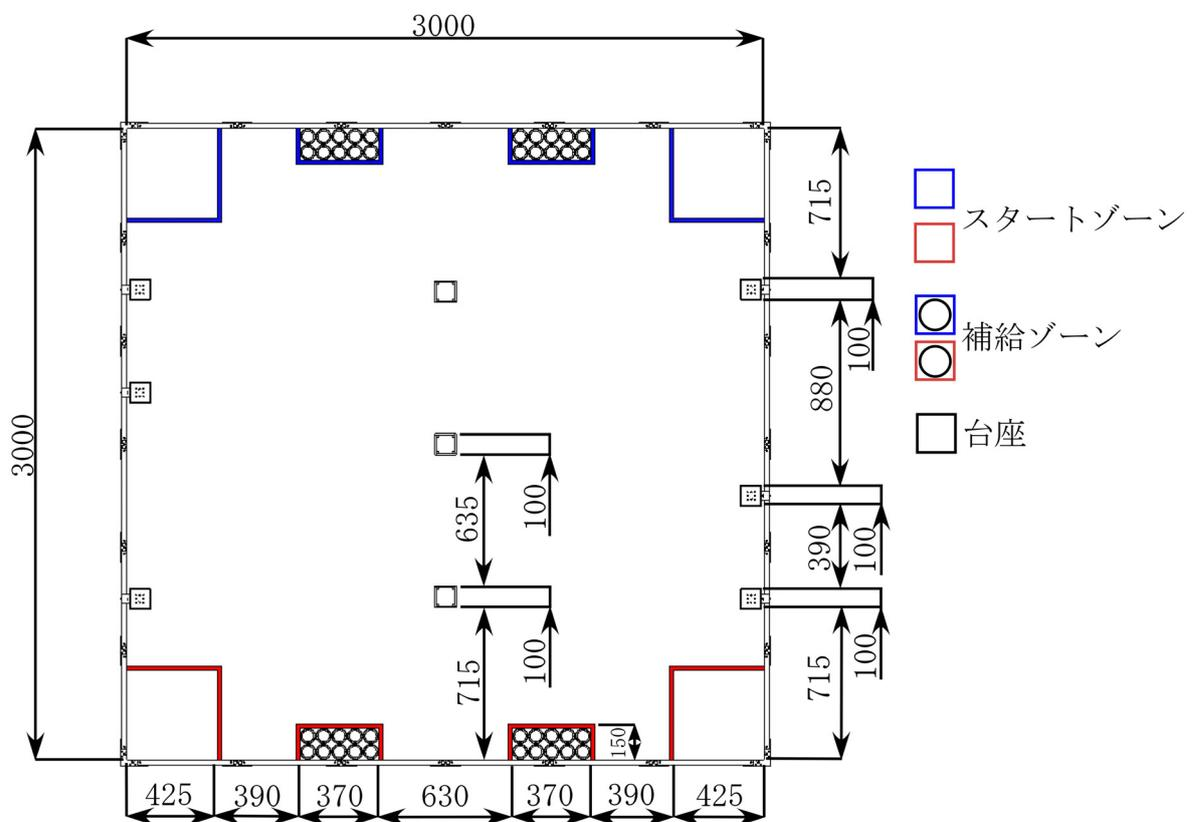
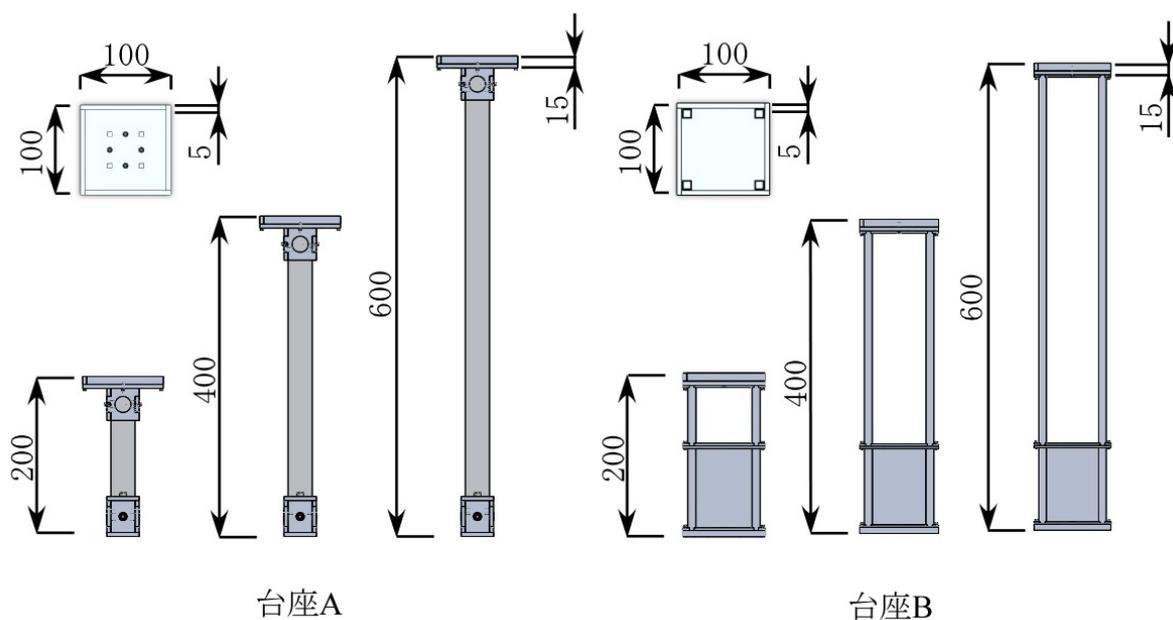

Fig. 2-1 競技フィールド
Fig. 2-2 台座寸法および形状
- ・競技フィールドは「メインフィールド」「スタートゾーン」「補給ゾーン」「台座」で構成される (Figure 2-1)。
台座の寸法および形状は **Figure 2-2** に基づき、台座 A はフィールドの両端に 6 台、台座 B はフィールドの中央に 3 台設置する。また、設置位置については Fig. 2-1 に基づくものとする。なお台座の高さについては、毎試合ランダムに配置する。